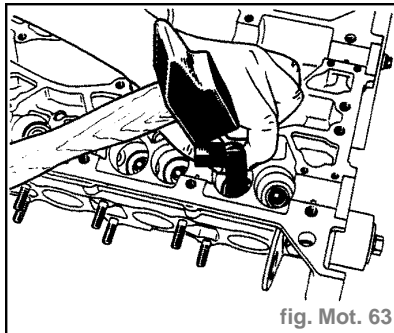

fig. Mot. 63
- Changer les joints d'étanchéité de queues des soupapes. Pour la repose s'aider d'une clé tube de 11 (type Nervus) (fig. Mot. 63).